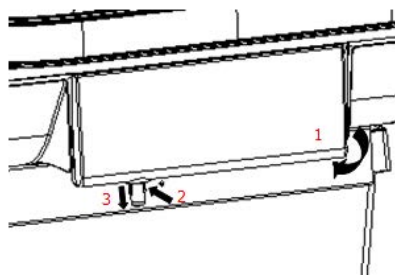
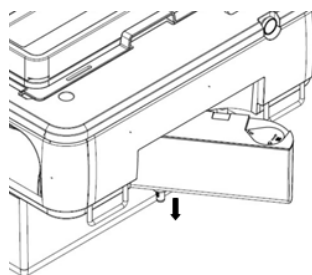

Рис. 3
Рис. 4
- (4) Для снятия емкости для воды потяните за паз, обозначенный надписью «ОТКРЫТЬ» (область 1 на рис. 3) в правом нижнем углу емкости, поверните наружу по часовой стрелке, затем нажмите на открытую кнопку на левом нижнем валу емкости для воды (область 2 на рис. 3), а затем снимите емкость для воды по направлению вала (область 3 на рис. 3 или направление, указанное стрелкой на рис. 4).